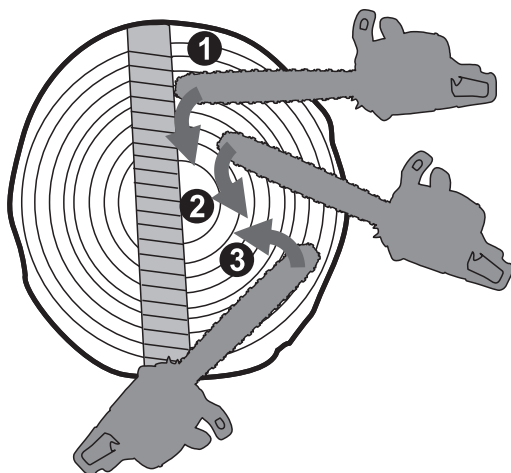

Рисунок 13. Схема розпилювання колоди з використанням зубчастого упору електропили.
5.2.5.4 Розпилювання колоди з використанням зубчастого упору електропили (рис. 13).